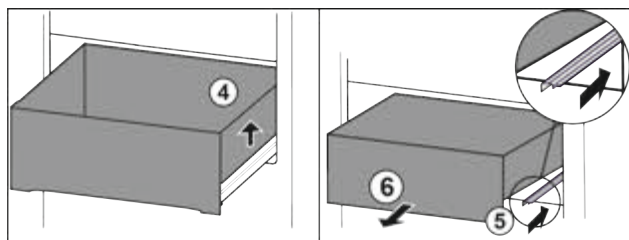

Fig. 75
- ▶ Підняти висувний ящик праворуч. Fig. 75 (4)
- ▶ Вставити праву рейку. Fig. 75 (5)
- ▶ Вийняти висувний ящик рухом вперед. Fig. 75 (6)